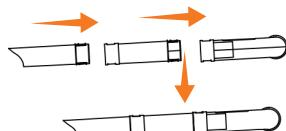

Рис. 6
- Аккуратно вставьте трубы друг в друга, пока защелки не встанут на место (Рис. 6).